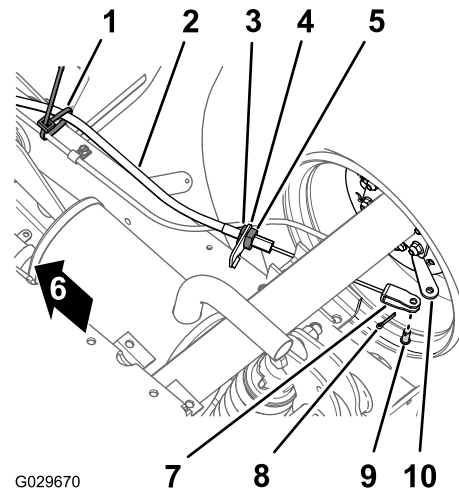

Figura 43
1. Sulla parte inferiore della macchina, rimuovete la fascetta per cavi che fissa il cavo del freno di stazionamento alla linea del freno di servizio (Figura 43).
2. Contrassegnate una striscia di rotazione sul controdado anteriore per il cavo del freno di stazionamento (Figura 43).
3. Allentate il controdado posteriore e rimuovete il cavo dalla staffa del cavo del freno (Figura 43).
4. Togliete la coppiglia e il perno con testa che fissano l'uncino del cavo del freno di stazionamento alla leva di azionamento del freno e separate il cavo dalla leva (Figura 43).
1. Disponete il regolatore filettato del cavo del freno di stazionamento sulla staffa del cavo del freno e l'uncino sulla leva di azionamento del freno (Figura 43).
3. Allineare il regolatore filettato del cavo del freno di stazionamento alla staffa del cavo del freno e serrare il controdado posteriore (Figura 43).